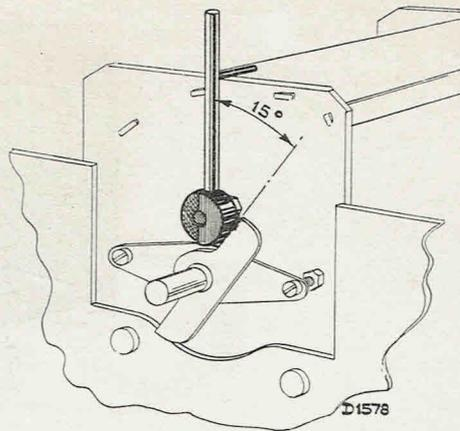

Fig. 5
3. Placer le gabarit de 15°. (fig. 5.) (Capacité minimale).
3. Placer le gabarit de 15°. (fig. 5.)